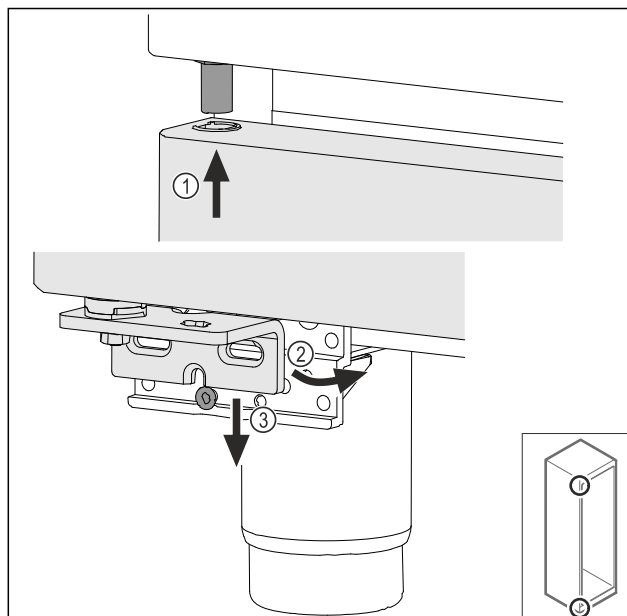

Fig. 66
- Inserire la porta leggermente inclinata in alto Fig. 66 (1),addrizzare la porta Fig. 66 (2) e posizionarla in basso sulla vite del blocco di supporto Fig. 66 (3).